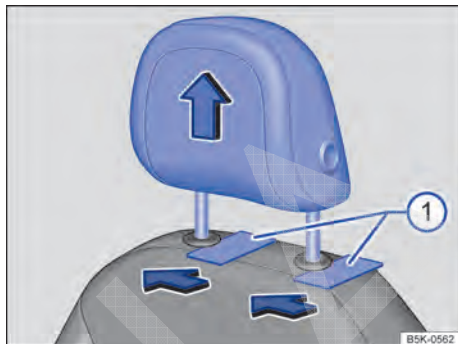

Fig. 91 Desinstalar o apoio para cabeça dianteiro.
- Para desbloquear, empurrar um objeto chato, por exemplo, cartão de plástico, entre o revestimento do encosto do banco e as capas de cobertura das barras guia do apoio para cabeça → Fig. 91 ①, enquanto uma segunda pessoa puxa totalmente para baixo o apoio para cabeça.